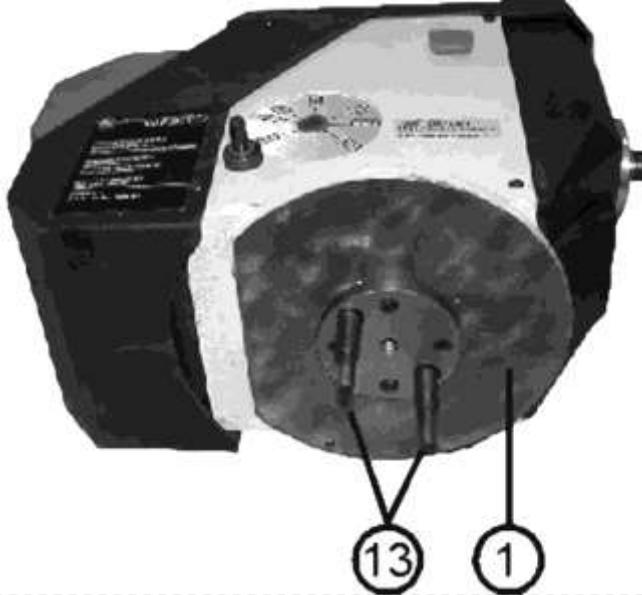
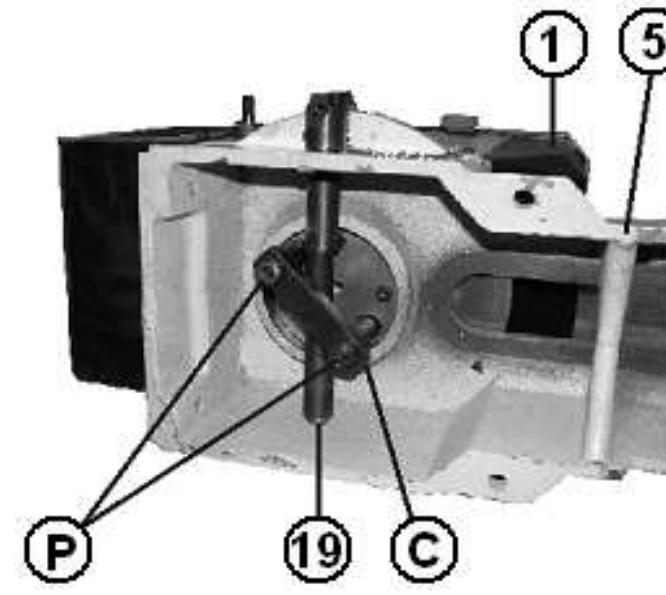

Рис.3.
Рис.4.
8.1. Очистите каждый компонент из комплекта поставки от транспортировочных консервантов (покрытий). Установите станину (5). Поверните станину (5) на бок так, чтобы нижняя часть станины была обращена к вам и чтобы шпиндель передней бабки (1) был справа. Положите узел передней бабки (1) на бок рядом с левой частью станины (5). Установите резьбовые штифты (П) в переднюю бабку (1), (Рис.3).
8.2. Вставьте переднюю бабку (1) в станину (5) так, чтобы втулка на нижней части передней бабки (1) установилась в отверстие в станине (5). Установите плиту (C) на эксцентриковый вал (19), находящийся в станине (5) (Рис.4), на резьбовые штифты (P) (Рис.3) и закрепите гайками (R) (Рис.4).